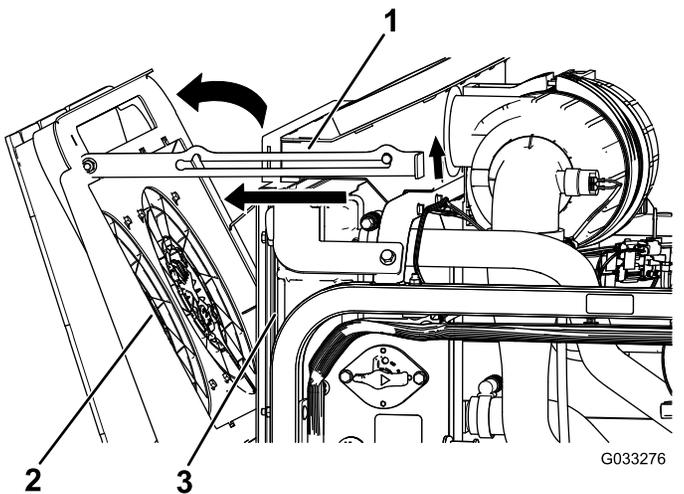

Figure 114
2. Faites pivoter les ventilateurs de refroidissement du moteur à l'arrière du radiateur et calez la béquille dans le cran (Figure 114).